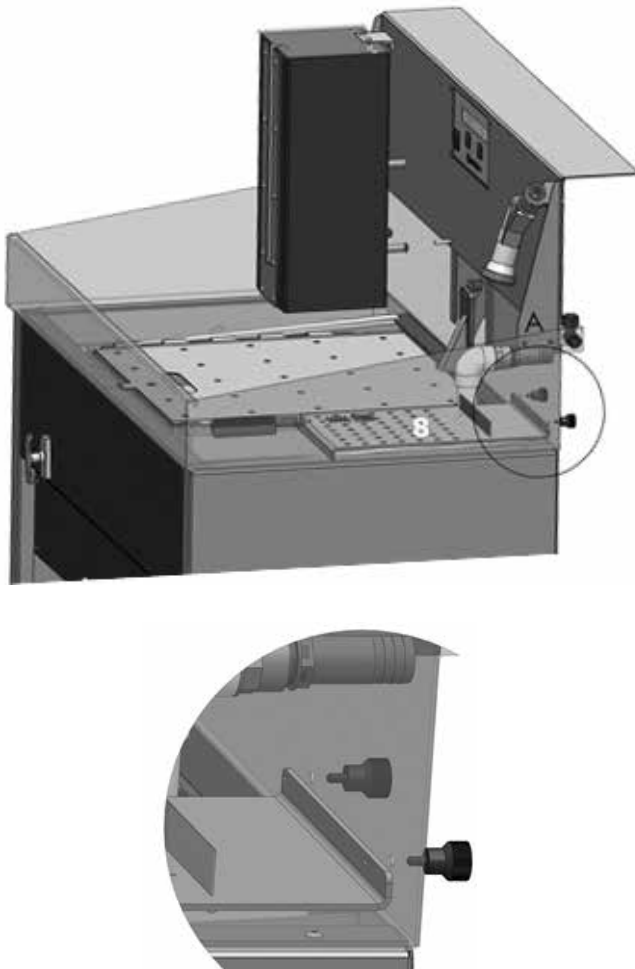

Fig. 7
- La stazione con i fori sulla destra nella parte posteriore va posta nel bacino e fissare per via delle vite zingrinete (8) Fig. 7 dalla parte posteriore dell'impianto.